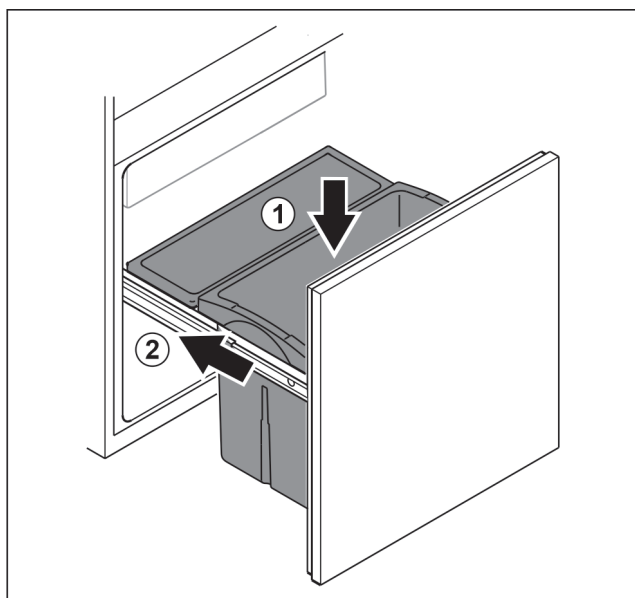

Fig. 81
- ▶ Sett inn skuffen ovenfra. Fig. 81 (1)
- ▶ Skyv inn uttrekksvogn. Fig. 81 (2)